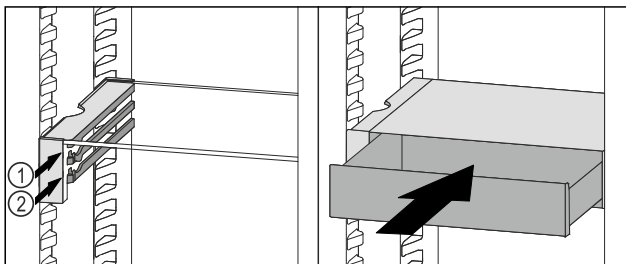

Fig. 183
- Posizionare il cassetto VarioSafe dietro i tappi sulla nervatura desiderata Fig. 183 (1) o Fig. 183 (2).